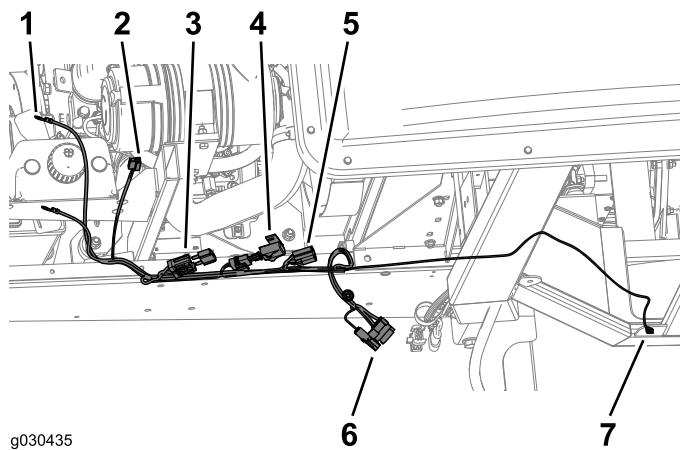

Figure 47
- Faites passer le faisceau de câblage sur le côté droit du cadre de la machine (Figure 47).